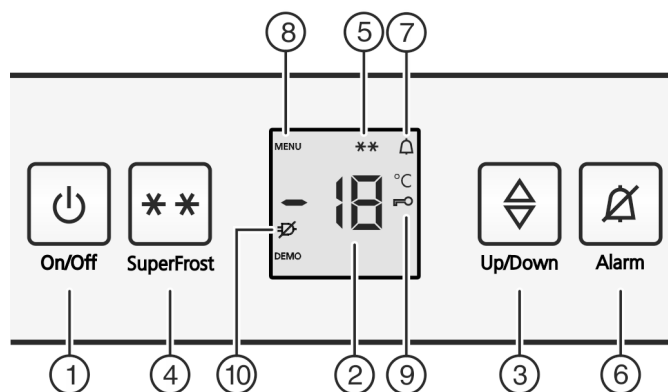

Fig. 2
- Symbol SuperFrost Fig. 2 (5) bliká společně s ukazatelem teploty.*
- ▶ Stiskněte tlačítko On/Off Fig. 2 (1).
- ▶ Zapnutí seřizovacího režimu: Stiskněte tlačítko SuperFrost Fig. 2 (4) asi na 5 sekund.
- ▷ Na displeji se zobrazí Symbol menu Fig. 2 (8).
- ▶ Potvrďte krátce tlačítkem SuperFrost Fig. 2 (4).
- ▷ Na displeji svítí Symbol dětské pojistky Fig. 2 (9).
- ▶ Stiskněte krátce tlačítko On/Off Fig. 2 (1).
- ▷ Symbol dětské pojistky Fig. 2 (9) zhasne.
- ▶ Stiskněte tlačítko Alarm Fig. 2 (6).
Současně bliká ukazatel teploty a symbol Alarm Fig. 2 (7).
Výstražný bzučák se vypne automaticky, symbol Alarm Fig. 2 (7) se vypne a ukazatel teploty přestane blikat, když je teplota zase dostatečně nízká.
- ▶ Stiskněte tlačítko Alarm *Fig. 2 (6)*.